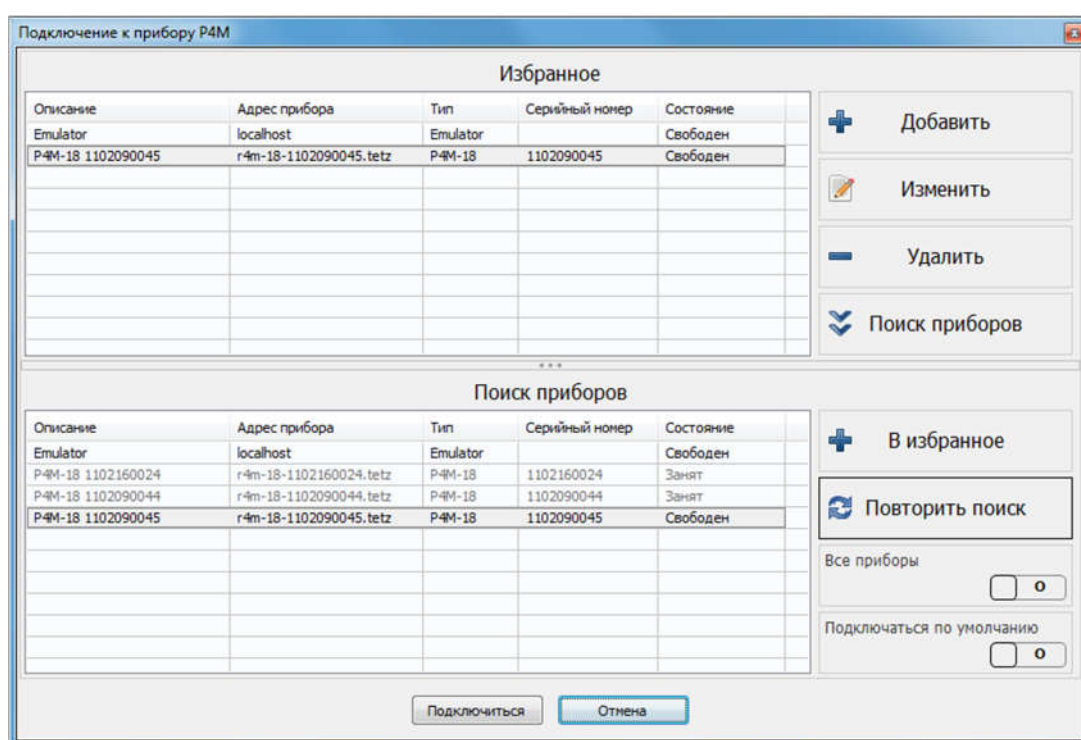

Рисунок 2.10 – Вид диалогового окна «Подключение к прибору P4M»
2.3.2.1.2 После запуска ПО «Graphit P4M» появится диалоговое окно «Подключение к прибору P4M» (рисунок 2.10).